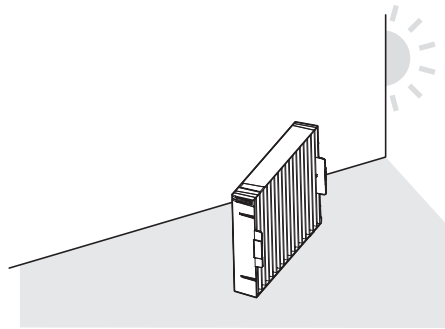

Abb. 2
- i) Ziehen Sie die Luftfiltereinheit von den Laschen am Projektorgehäuse (c) herunter, wobei Sie den Griff an der Luftfiltereinheit (a) etwas nach innen drücken, wie durch den Pfeil dargestellt. **(Abb. 2)**
2) Trocknen Sie die Luftfiltereinheit. (Abb. 2)